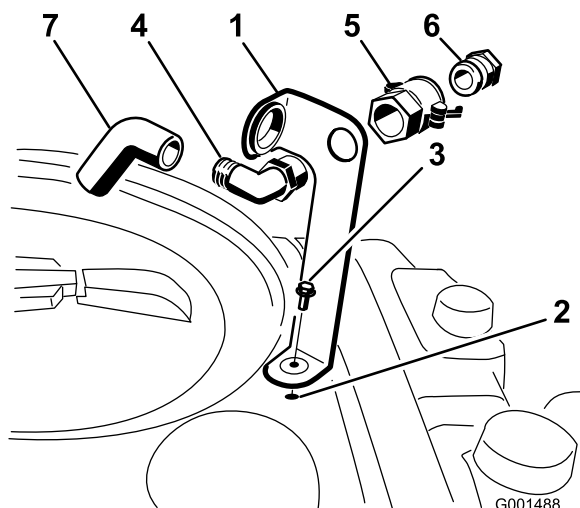

Bild 3
mit einem Bundbolzen (5/16" x 3/4"), wie in Bild 3 abgebildet.
2. Stecken Sie das Gewinde des 90-Grad-Krümmers durch die Halterung und schrauben Sie die Schnellkupplung auf. Befestigen Sie sie an der Halterung (Bild 3).
3. Montieren Sie den Schlauchadapter auf die Schnellkupplung (Bild 3).
4. Drehen Sie die Hebel zum Adapter, um ihn zu arretieren. Befestigen Sie ihn dann mit den Splinten (Bild 3).
5. Stecken Sie den Rücklaufschlauch durch die große Öffnung in der Halterung und auf das Krümmende des 90-Grad-Winkelanschlusses (Bild 3).